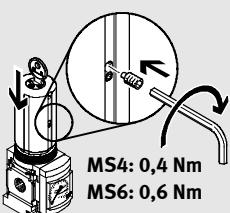

Fig. 3 / Bild 3 / 图 3
8. Atornille el tornillo en la abertura central del botón de giro (→ Fig. 3).
- 8.Insérer la vis dans l'ouverture centrale du bouton de réglage (→ Fig. 3).